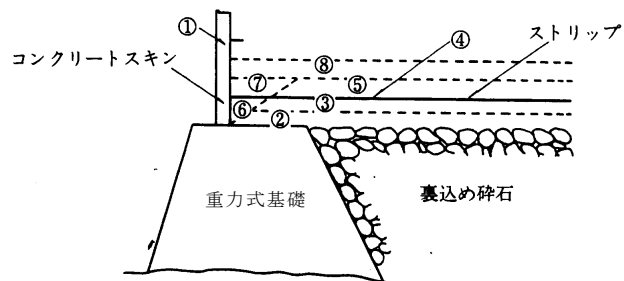

図2 最下段部の施工順序
②重力式基礎の上面では最下段のスキンを支える支柱を立てることができないので、図2に示すように、スキンが前傾しないよう最下段のストリップを埋設した後にスキン背面を入念に埋め戻す。